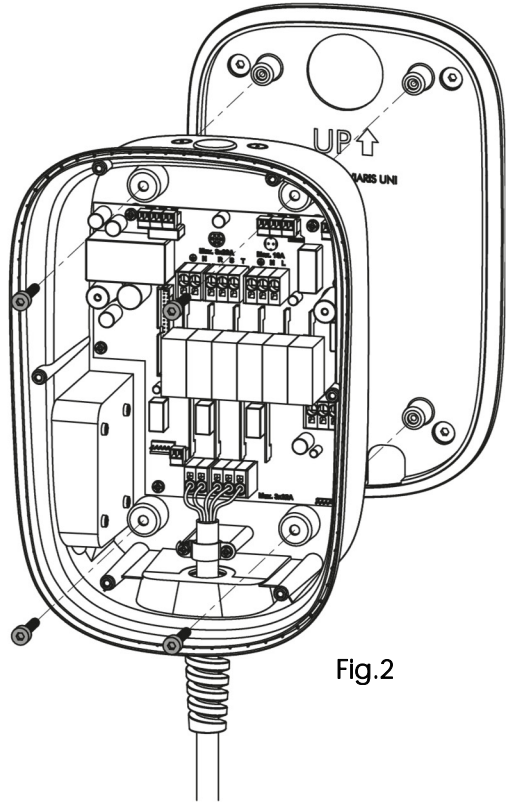

Fig.2
- Fije el cargador al montaje con los cuatro tornillos M6 (suministrados). **Fig.2**